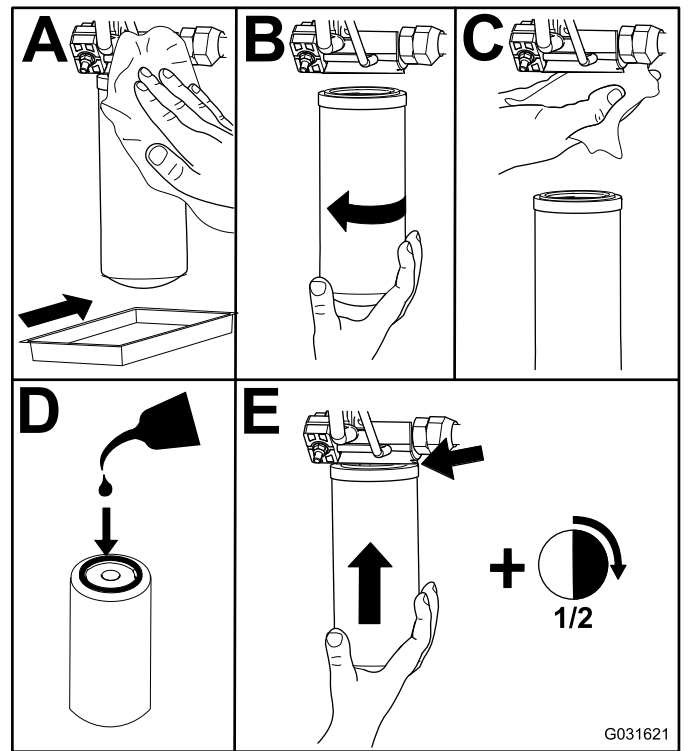

Bild 79
- Tauschen Sie die Hydraulikfilter aus (Bild 79).